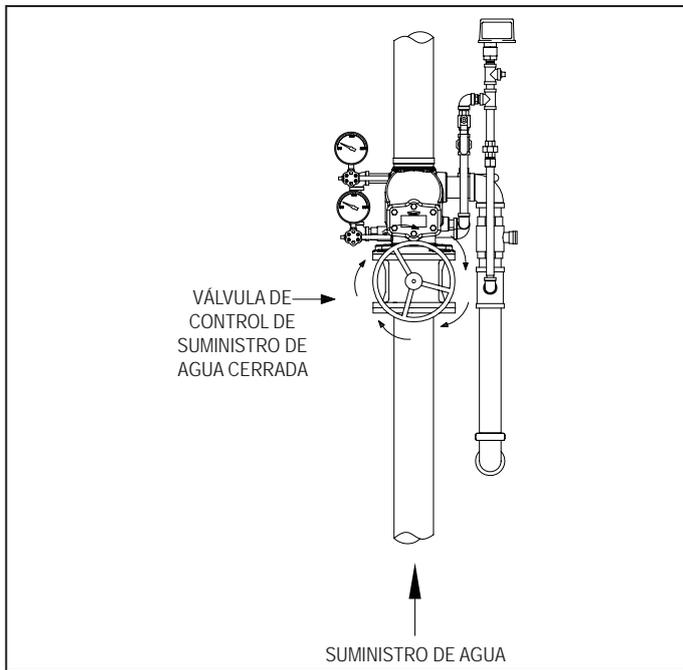

Figura 45
2. Cerrar la válvula de control principal de suministro para poner fuera de servicio el sistema (Figura 45).